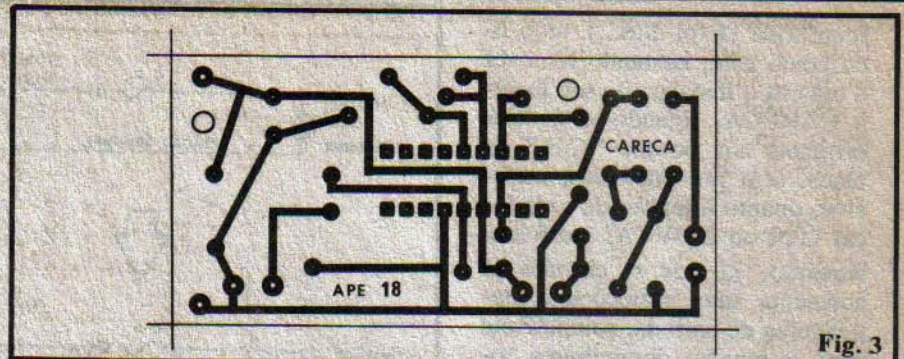

Fig. 3
- **FIG. 3 - A PLACA** - O pequeno tamanho, bem como a simplicidade do *lay out* permitirão mesmo ao hobbysta iniciante confeccionar sua própria placa, sem problemas... Entretanto, os que ainda não "confiam muito no próprio taco", ou mesmo os mais "preguiçosos" da turma, poderão optar pela prática aquisição em KIT, que vem acompanhado de plaquinha pronta. Em qualquer caso, uma leitura das INSTRUÇÕES GERAIS PARA AS MONTAGENS será sempre importante, para resolver dúvidas e acolher conselhos valiosos... Além das INSTRUÇÕES, também o "TABELÃO" (uma cópia deste acompanha os KITS da EMARK ELETRÔNICA, impressa na própria embalagem do produto...) deve ser consultado "sem vergonha", se surgirem dúvidas sobre a leitura de valores, pinagens, polaridades, etc., dos componentes...